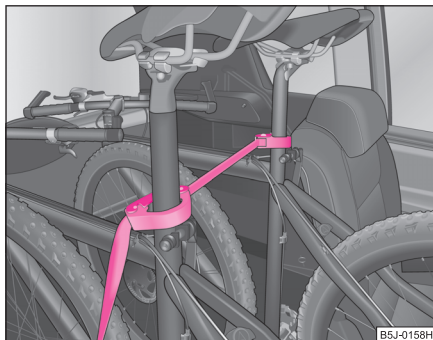

Fig. 70 Asigurarea bicicletei cu coliere
- Așezați colierul cu partea din cauciuc în față (direcția de mers) cât mai jos posibil la tija șeii și închideți colierul ⇒ fig. 70.
- În cazul transportării a două biciclete, prindeți centura ⇒ fig. 70 între tijele șeilor.